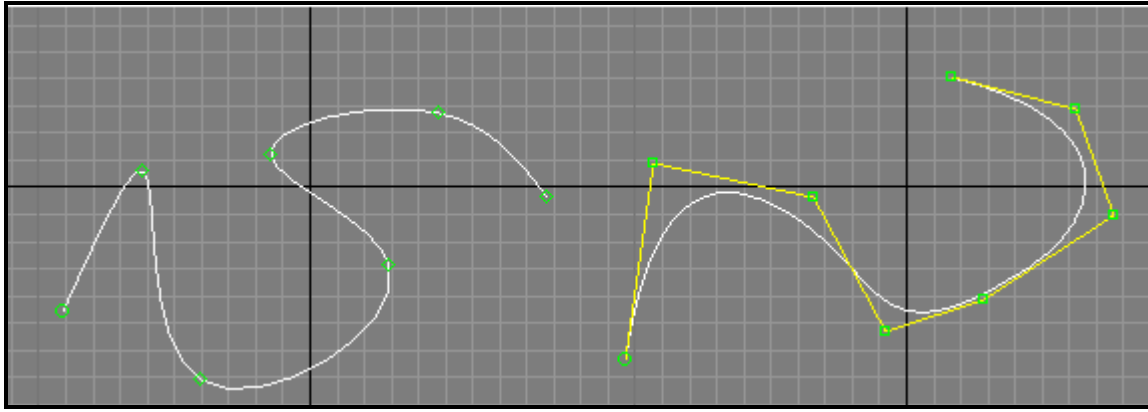

Рисунок 2.9 – Види сплайнів. Зліва – Point, справа – CV
- за допомогою CV-кривих (Control Vertex), форму яких можна змінювати за допомогою вершин, які розташовані за межами лінії (рис. 2.9).